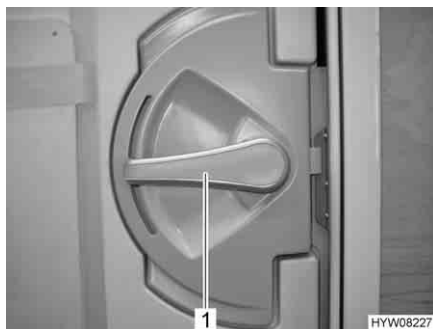

Bild 30 Dörrlås ingångsdörr, insida
- Öppna:** ■ Tryck ner dörrhandtaget (Bild 30,1).
- Låsa:** ■ Vrid dörrhandtaget (Bild 30,1) ca 45° uppåt och låt det vara kvar i det läget.